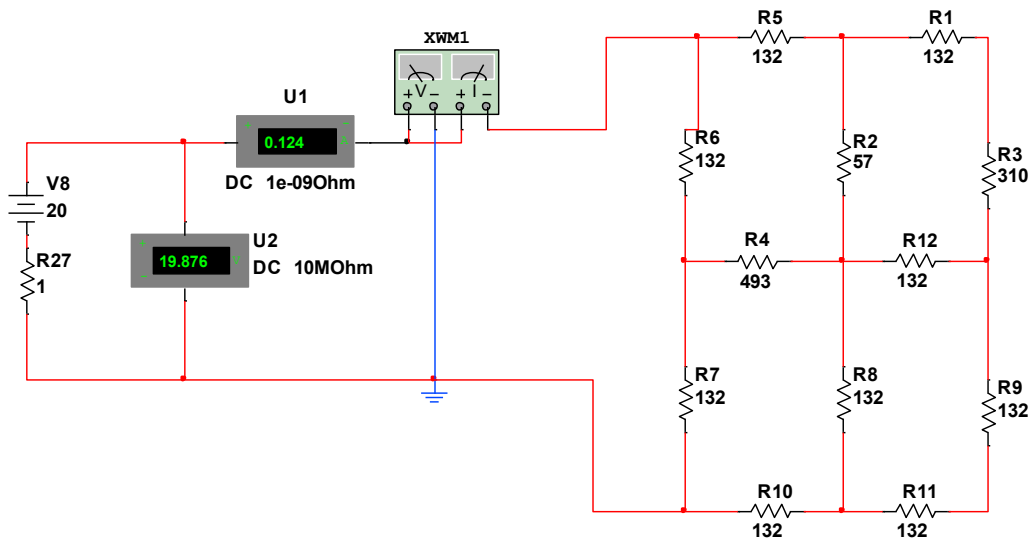

Рисунок 1.1 – Схема моделі кола постійного струму
2. Створити електричну схему з джерелом постійної напруги та резистивним навантаженням, рис.1.1.